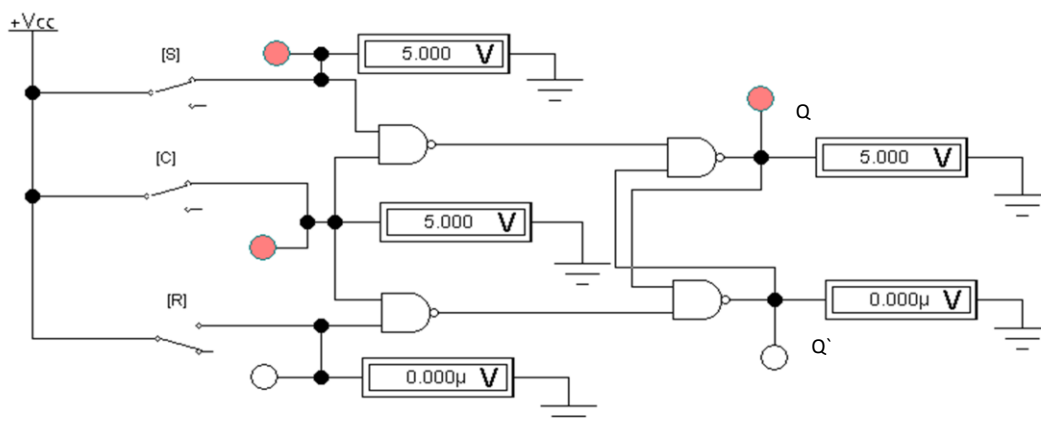

Fig. 3. Schema electrică pentru studierea bistabilului RS sincron în regim static de lucru.
2.1. Construiți schema prezentată în Fig. 3.